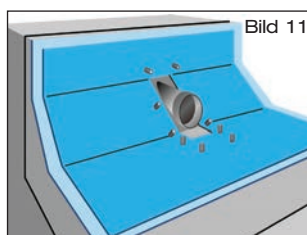

Bild 11
- 2.4 **Anschlussbahn** bauseits aus vorhandener Bitumen-Dachdichtungsbahn, Größe: 700 mm x 1000 mm, zuschneiden und im Bereich der Muffenverbindung aussparen (Bild 11).
3.4 **Dachdichtungsbahn** über Attikaablauf ausrollen und im Bereich des Festflansches aussparen (Bild 11).